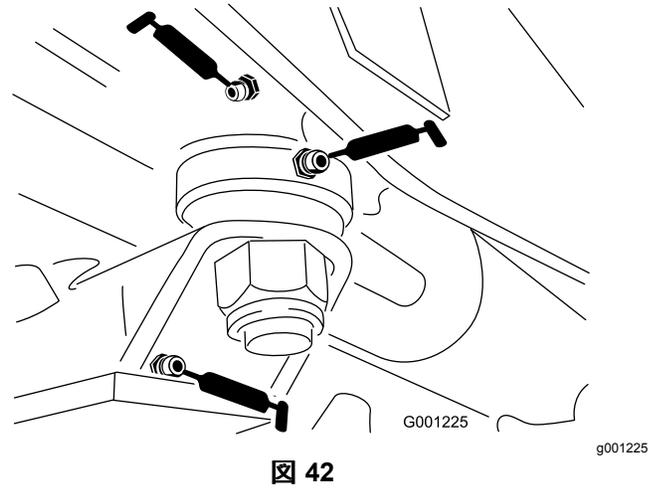

図 42
- ステアリングプレートのベアリング 図 42
- アクスルピンのブッシュ 図 42